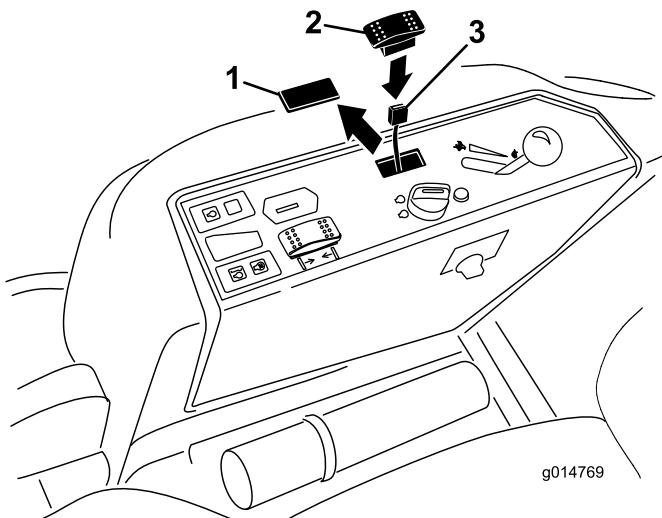

Figura 3
- Remova o tampão do painel de controlo para expor o furo de montagem do interruptor (Figura 3).
- Introduza o interruptor no furo do painel de controlo (Figura 3). Posicione o interruptor de forma a que fique pressionado para a frente.